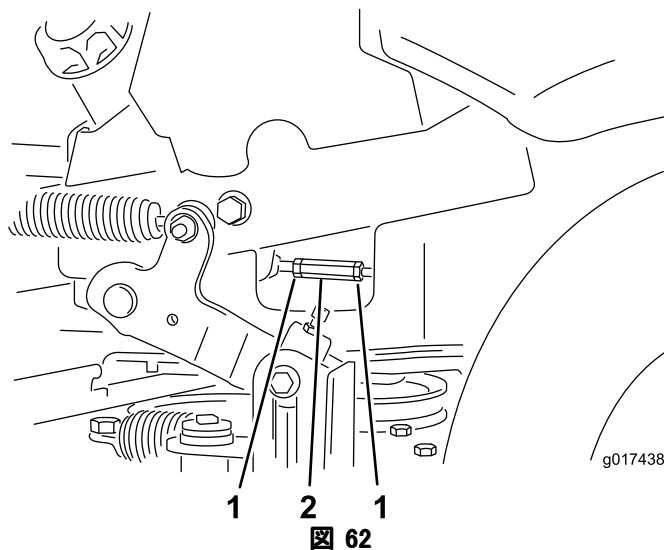

図 62
7. 走行コントロールレバーをニュートラル位置にセットする。ポンプコントロールロットの2つのジャムナットをゆるめ、調整ナットを回転させて、車輪が後退方向にわずかにクリープするように調整する（図 62）。走行コントロールレバーを後退位置にセットし、レバーを軽く押しつつ、後退インジケータのスプリングの力を使ってレバーをニュートラル位置に戻す。この状態で車輪の回転が停止、またはわずかに後退側にクリープしていればよい。
8. ジャムナットを2つとも締めて調整を固定する（図 62）。